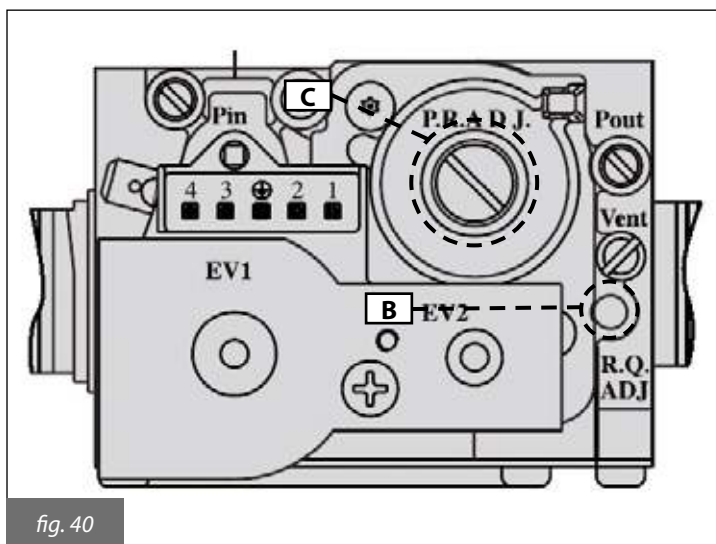

fig. 40
- Regule o valor do gás carbônico (CO₂) nos fumos, girando o regulador de relação **B** (fig. 40) e certifique-se de que esteja dentro dos limites da tab. 19. Deixe a caldeira na modalidade limpeza de chaminé e passe ao próximo passo de regulação da potência mínima.
- Regule o valor do gás carbônico (CO₂) nos fumos, girando o regulador de offset **C** (fig. 40) e certifique-se de que esteja dentro dos limites da tab. 19.